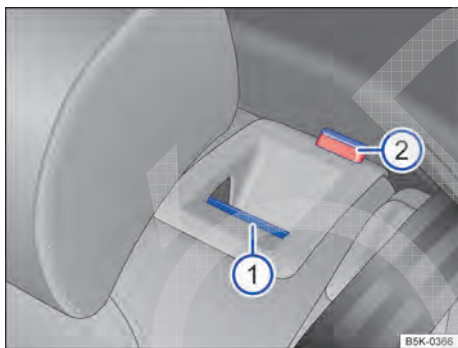

Fig. 110 No encosto do banco traseiro: botão de destravamento ①, marcação vermelha ②.
- Puxar o botão de destravamento ⇒ **Fig. 110 ①** para frente e, ao mesmo tempo, rebater o encosto do banco traseiro para frente.
- O encosto do banco traseiro estará destravado se uma marcação vermelha no botão ② estiver visível.
O encosto do banco traseiro estará destravado se uma marcação vermelha no botão ⇒ **Fig. 110 ②** estiver visível.